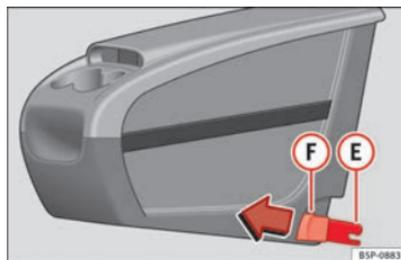
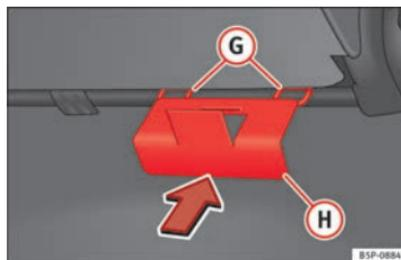

Fig. 107 Rangement mobile. Montage.
Fig. 108 Plaque de fixation du rangement mobile.
- Placez depuis l'intérieur du véhicule la plaque de fixation **(H)** ⇒ fig. 108 du rangement mobile par la partie arrière du dossier. Elle doit être située entre le dossier et le coussin, dans la zone de la place centrale. ▶
- Mettez face à face les deux pièces de fixation **E** ⇒ fig. 107, avec les deux anneaux de fixation **G** ⇒ fig. 108 et appuyez fortement jusqu'à ce que les deux pinces s'enclipsent totalement dans les anneaux.
- Tirez sur chacun des boutons ⇒ fig. 107 **F** des pinces (boutons rouges) vers l'avant, jusqu'à entendre leur déclipsage.